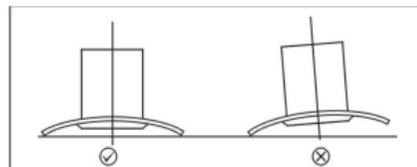

Abbildung 10
– **Versichern Sie sich nach der Montag, dass die Dunstabzugshaube im Wasser ist, um die Akkumulation von Fett an einer Stelle zu vermeiden (siehe *Abbildung 10*).**